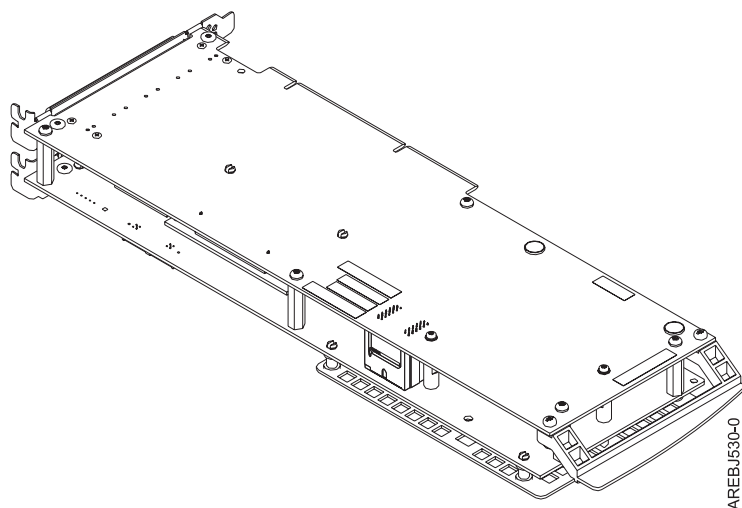

図 40. 572F/575C カード・セット・アダプター
2. 572F/575C カード・セット・アダプターを ESD 保護されている表面の上に置き、図 40 に示されている方向に向けます。